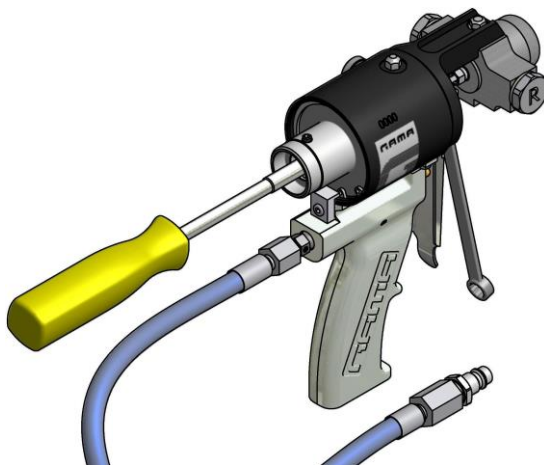
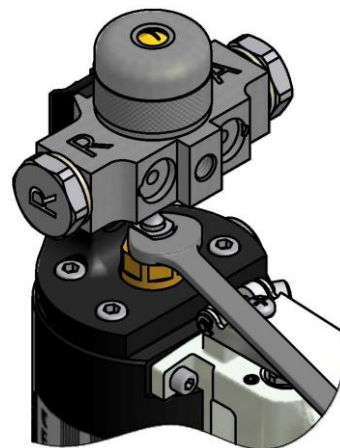

Figura. 15
Figura. 16
4. Introduzca la punta de la llave de vaso en el hexágono de la aguja e introduzca una llave fija en el hexágono del eje del émbolo para evitar que gire (ver **Figura. 15** y **Figura. 16**). Gire en sentido antihorario hasta desenroscar completamente la aguja de su alojamiento.
16. Introduzca la punta de la llave de vaso en el hexágono de la aguja e introduzca una llave fija en el hexágono del eje del émbolo para evitar que gire. Gire en sentido antihorario hasta desenroscar completamente la aguja de su alojamiento (ver **Figura. 15** y **Figura. 16** pag.15).